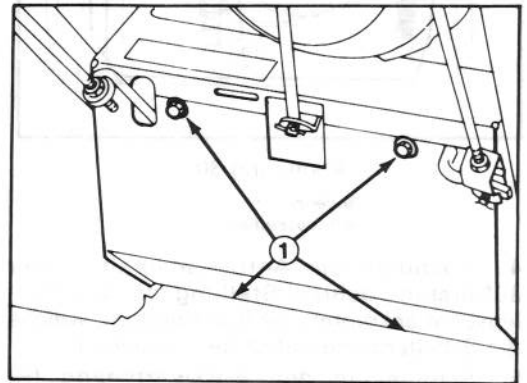

Abbildung 28
1. Die vier Blechschrauben, mit denen der untere Schutz an den Rahmen montiert ist, entfernen. Den unteren Schutz abnehmen (Abb. 28).